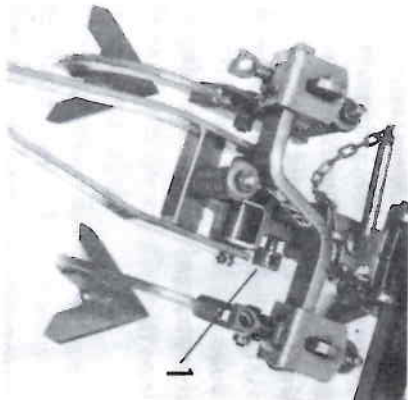

Abb. 161
8. Die Diagonalschrauben (1) werden bei Pflegearbeiten nicht festgezogen (Abb. 161).